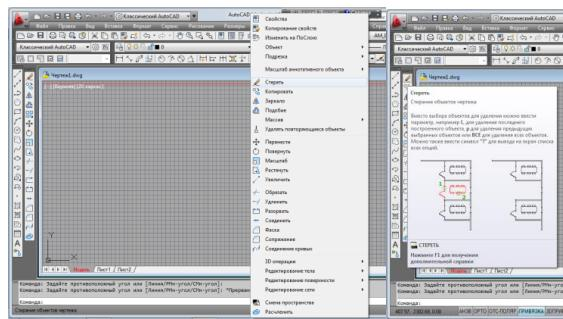

Рисунок 5.13 - Команда «Стереть»
- щелчком мыши по кнопке на панели инструментов «Редактирование», из строки меню «Редактировать» - «Стереть» (рисунок 5.13).